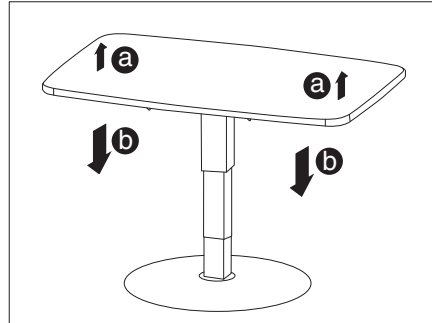

Fig. 53 Mesa elevadora
- Levantar brevemente el tablero de la mesa (Fig. 53,a) y, a continuación, presiónalo hacia abajo (Fig. 53,b) hasta alcanzar la altura deseada.